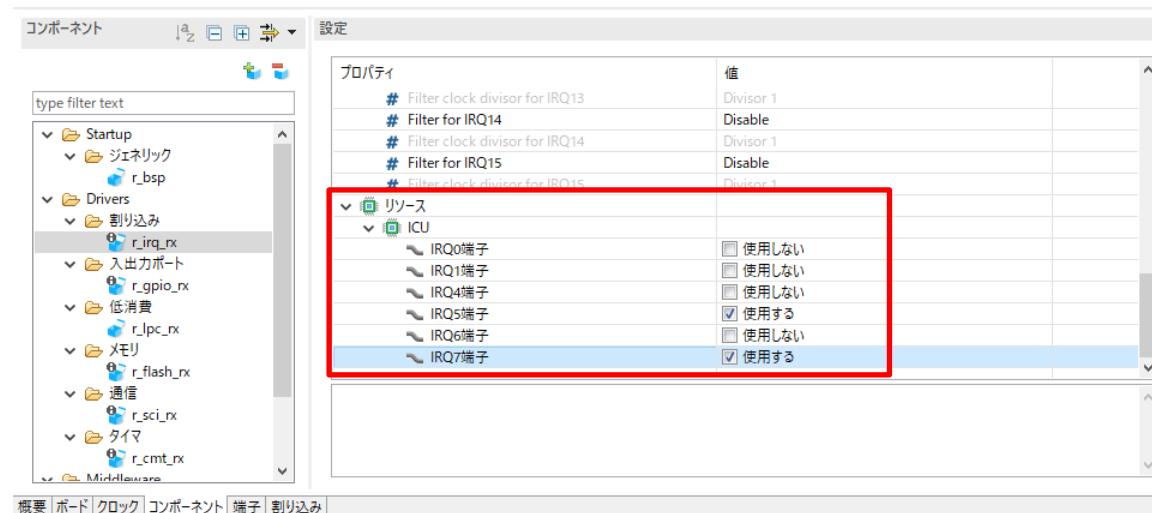

図 4.26: IRQ のコンフィギュレーションオプションの設定画面(2)
- [リソース]の[ICU]から使用するボード上の Switch と接続されている IRQ 端子を選択し、"使用する"に設定します。図 4.26 は Customer Board の初期値での設定を示しています。ご使用のボードの IRQ 端子に合わせてチェックボックスを設定します。